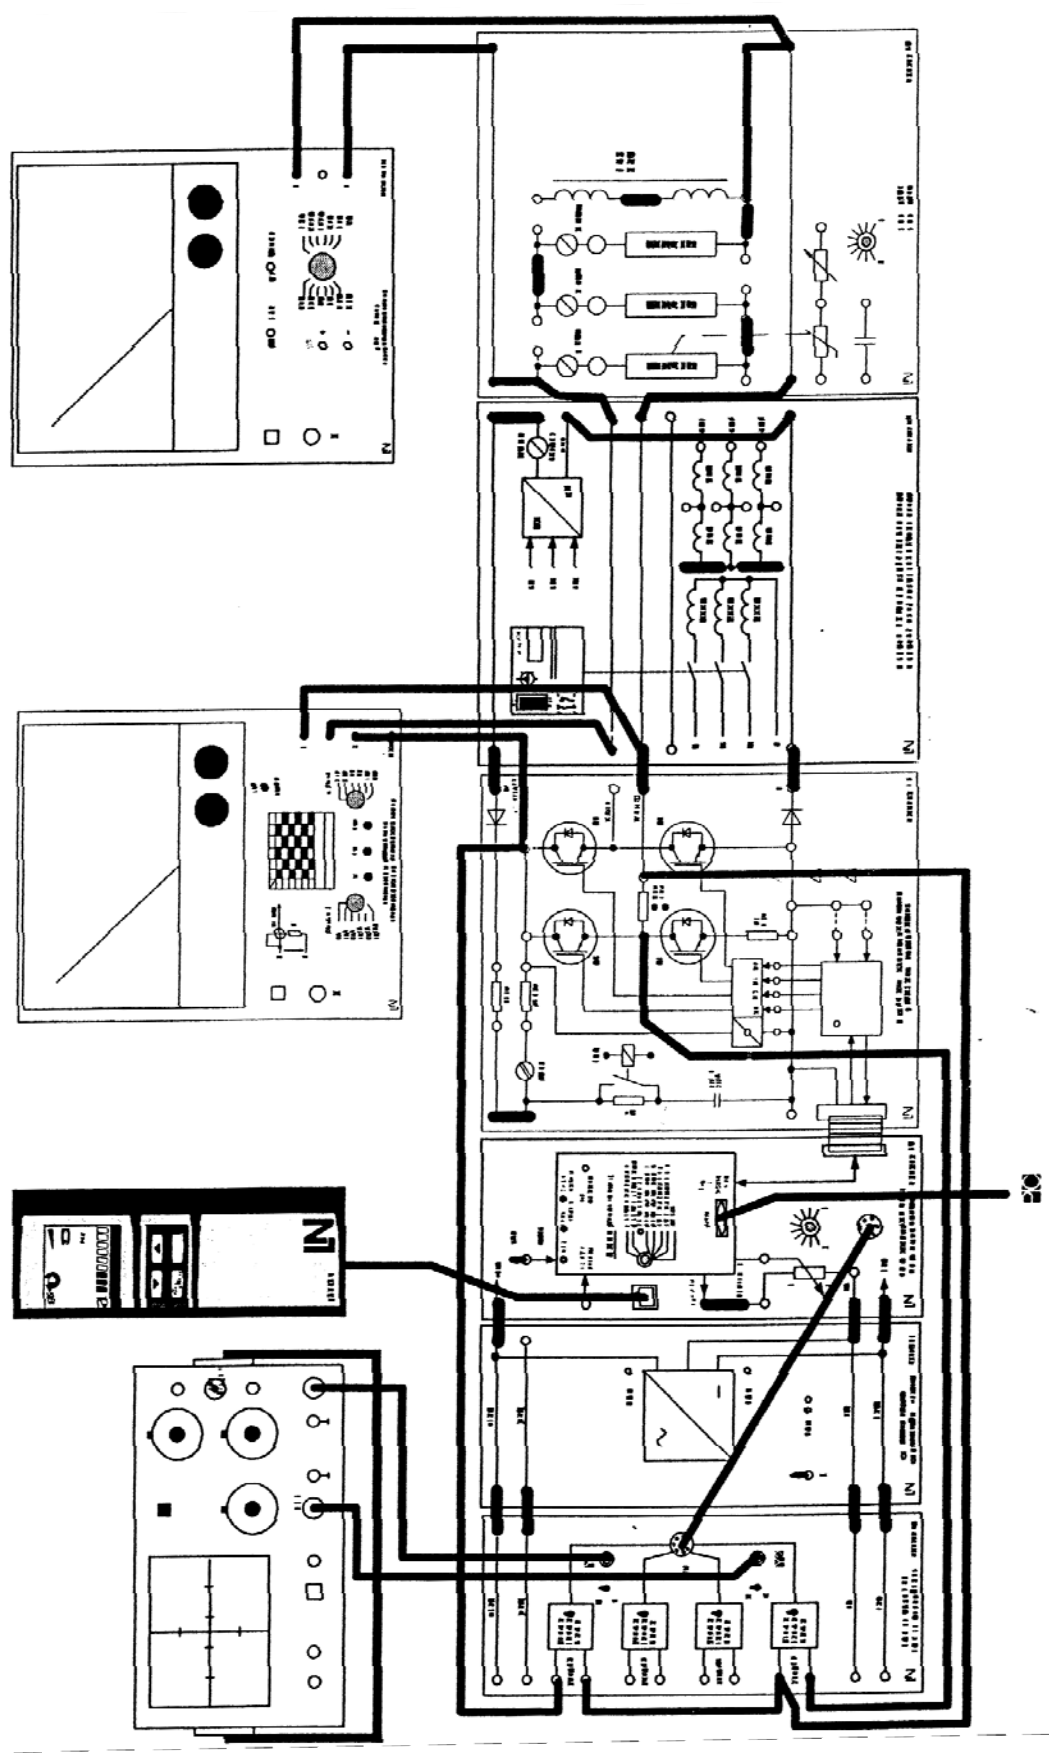

Fig.III.3 : Schéma de connexions pour un hacheurs série à charge résistive R
- Réaliser le montage de l'hacheur série illustré dans la figure.III.3